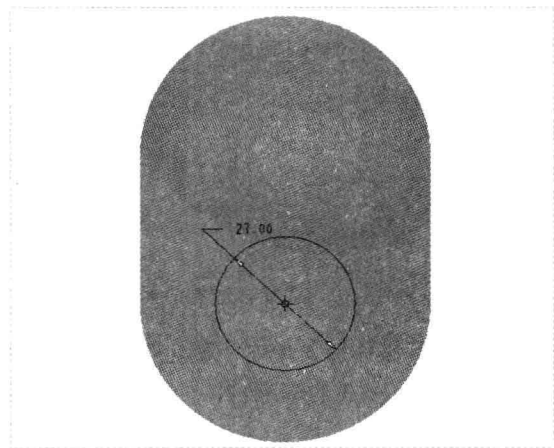

图 18-37 绘制截面 4
Step 07 采用与上同样的方法，使用“拉伸”命令，弹出“拉伸”选项卡；在绘图区选择模型的顶面作为草绘平面，进入草绘环境，单击“草绘”选项卡中的相应按钮，绘制截面，如图 18-37 所示。